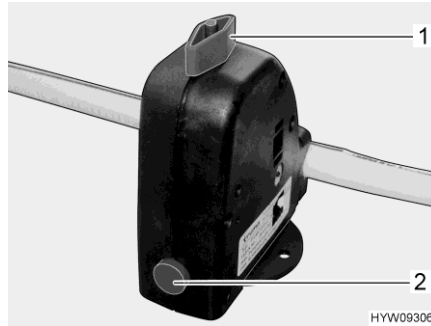

Fig. 120 Válvula de seguridad/purga (caldera)
La caldera está equipada con una válvula de seguridad/purga (Fig. 120). La válvula de seguridad/purga evita que el agua de la caldera se congele cuando no esté conectada la calefacción en caso de helada.
- Cerrar la válvula de seguridad/purga. Para ello, girar el botón giratorio (Fig. 120,1) a la posición transversal en referencia a la válvula de seguridad/purga y hundir el botón (Fig. 120,2).
- Abrir la válvula de seguridad/purga. Para ello, girar el botón giratorio (Fig. 120,1) a la posición longitudinal en referencia a la válvula de seguridad/purga. El botón (Fig. 120,2) salta hacia fuera. La caldera se vacía hacia fuera a través de la válvula de seguridad/purga.